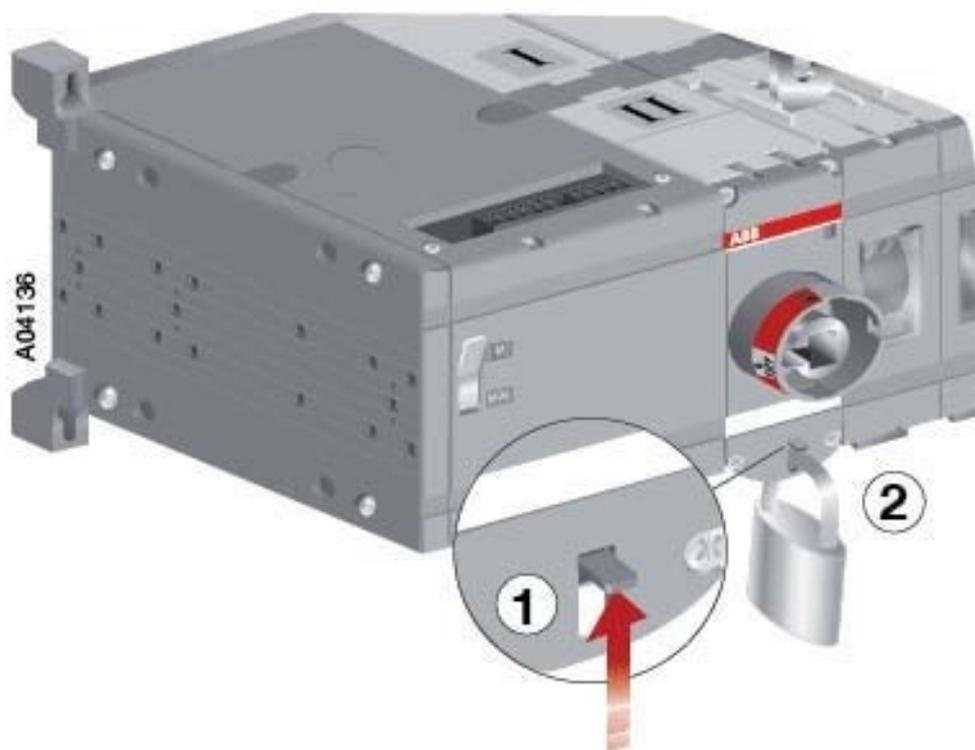

Рис. 20. Блокирование дистанционного управления
2. Повесьте замок под фиксатором как показано на рисунке (см. Рис. 20).